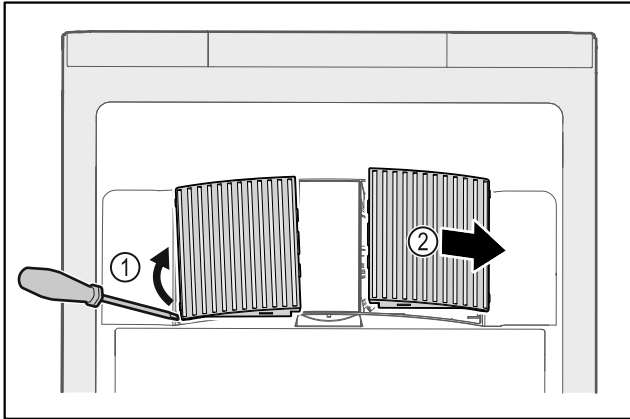

Fig. 47
- ▶ Z boku opatrně vytáhněte ventilátorové kryty Fig. 47 (1) a sejměte je směrem dopředu Fig. 47 (2).